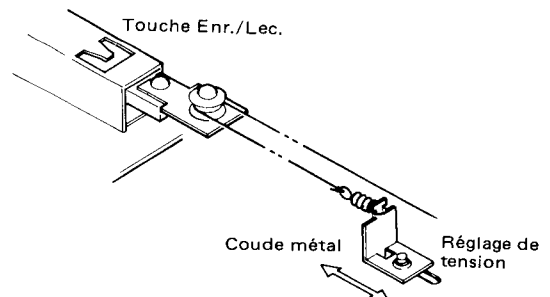

Fig. 4
3. La tension du fil du commutateur doit faire l'objet d'un réglage précis: ni trop lâche ni trop tendue, de façon à permettre un mouvement correct. Ajuster la tension lorsque le commutateur est en position de lecture. Desserrer la vis du tendeur et décaler celui-ci dans l'une des directions indiquées par la flèche, comme illustré sur la Fig. 4. Lors de ce réglage, le commutateur ne doit pas passer en mode d'enregistrement (la saillie du commutateur ne doit pas se déplacer vers le tendeur).